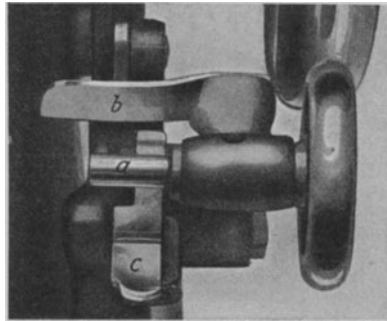

Abb. 21. Aufspulapparat.
## Der Aufspulapparat (Abb. 21 u. 22).
2. durch einen **Leitsteg**, über dessen konvex gekrümmte Kante der Faden geführt wird (Abb. 21 b).